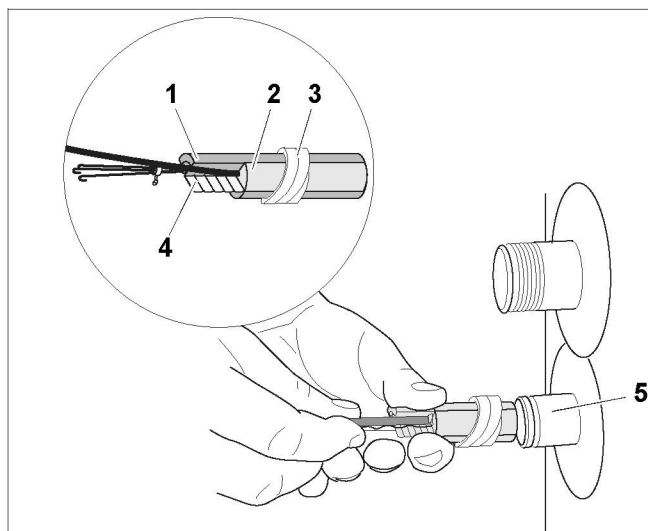

Рис. 7 Монтаж датчика температуры емкостного водонагревателя
- Комплект с датчиком (рис. 7, **поз. 1 - 4**) вставить до упора в приварную гильзу (рис. 7, **поз. 5**). При этом пластмассовая спираль (рис. 7, **поз. 3**), прижимающая датчик, автоматически сдвигается назад.
Компенсационная пружина (рис. 7, **поз. 4**) создает контакт между гильзой и поверхностью датчика, что обеспечивает надежную передачу температуры.